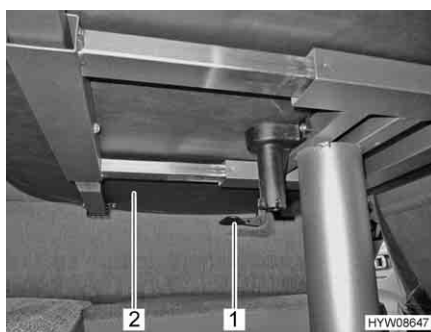

Fig. 90 Leva per spostare il piano del tavolo
- Tirare o spingere la leva (Fig. 90,1) verso il basso.
- Spingere il piano del tavolo (Fig. 90,2) nella posizione desiderata.